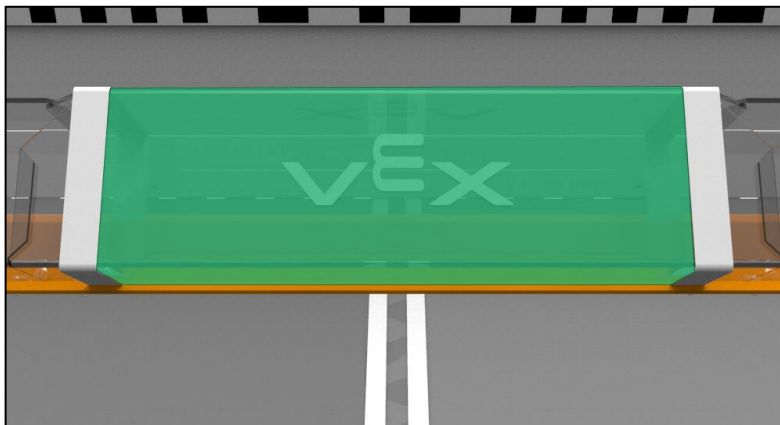

图 CZ-1: 长得分桥上的控制区是两条白色胶带中间的空间 (绿色高亮标注)
- **长得分桥** – 长得分桥上的控制区是两条白色胶带中间的空间，不包含白色胶带线（图 CZ-1 中绿色高亮标注），最多可容纳 3 个棱块。